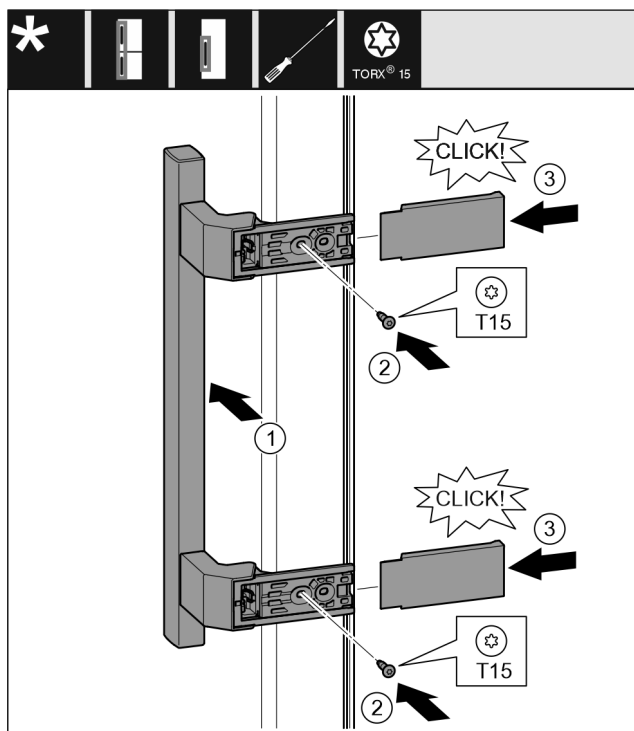

Fig. 12
- ▶ Greep op de tegenoverliggende zijde aanbrengen. Fig. 12 (1)
- ▶ Schroeven met schroevendraaier T15 vastschroeven. Fig. 12 (2)
- ▶ Afdekkingen zijdelings aanbrengen en erop schuiven. Fig. 12 (3)